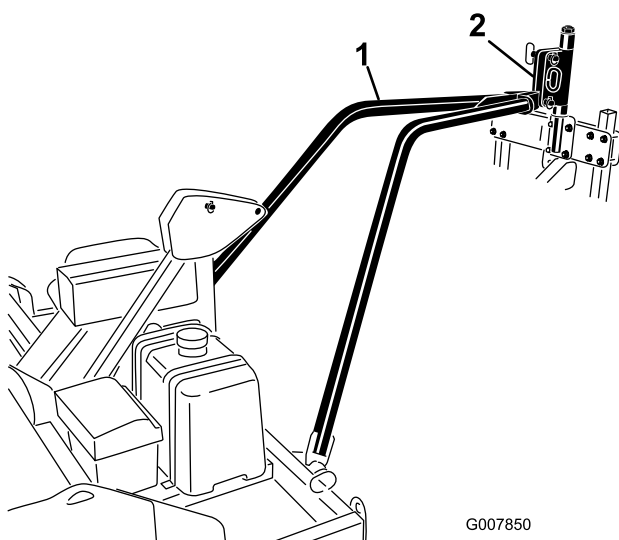

Bild 13
4. Nehmen Sie den Gurt oder das Seil ab und senken die Anbauvorrichtungsplatte des Zugarms in die bewegliche Anbauvorrichtung des Aerifizierers ab (Bild 13).